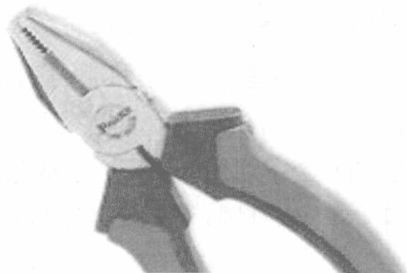

图 1.17 钢丝钳
1. **钢丝钳** (又名钳子, 克丝钳) 钢丝钳 (图 1.17) 的齿口可用来紧固或拧松螺母; 刀口可用来剖切电线的绝缘层, 也可用来切剪电线、铁丝。剪 8 号 ( $\Phi = 4$  毫米) 镀锌铁丝时, 应用刀口绕表面来回割几下, 然后只需轻轻一扳, 铁丝即断。刀口也可用来切断电线、细钢丝等较硬的金属线。
常用钢丝钳 (图 1.17) 的长度有 150 毫米、175 毫米、200 毫米等规格。